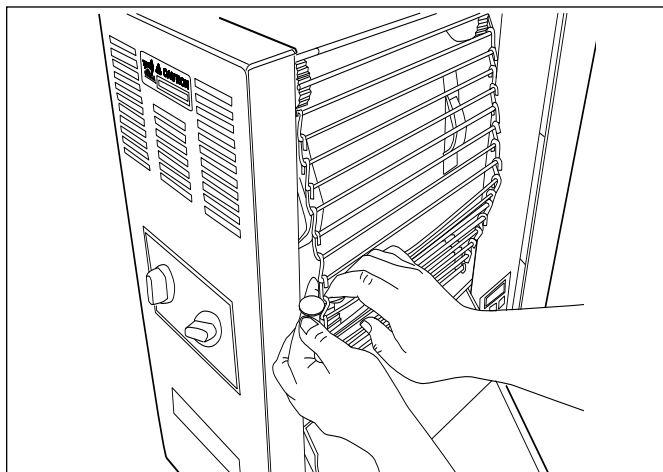

Figure 11. Mesure des chaînes du transporteur
2. Mettez des gants réfractaires et retirez la rampe d'arrivée des petits pains et la glissière à petits pains (Figure 11). Lavez-les dans l'évier et laissez sécher à l'air.
4. Placez une grosse pièce 2,5 cm (15/16 pouce) à l'horizontale entre le châssis et la chaîne (Figure 11).